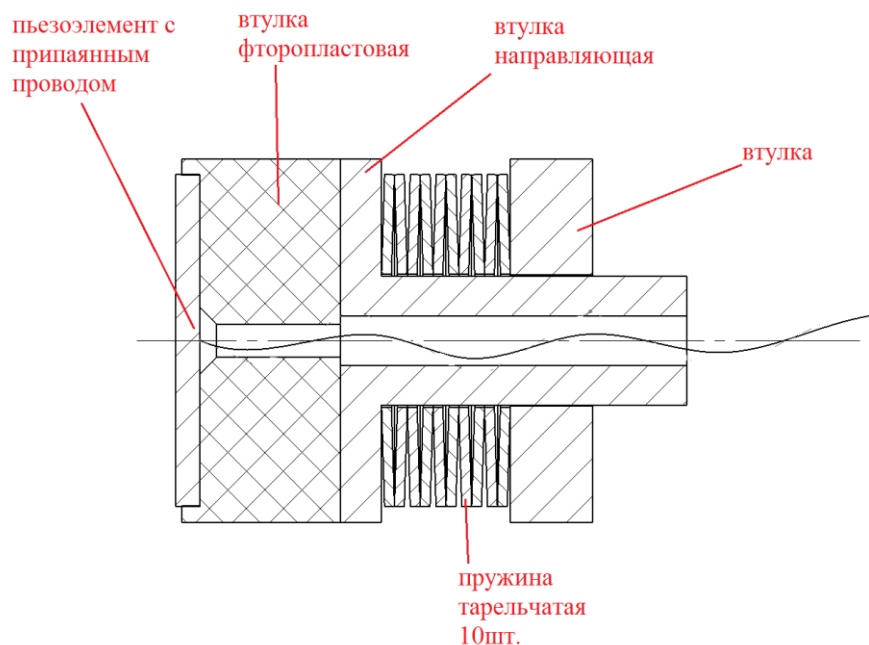
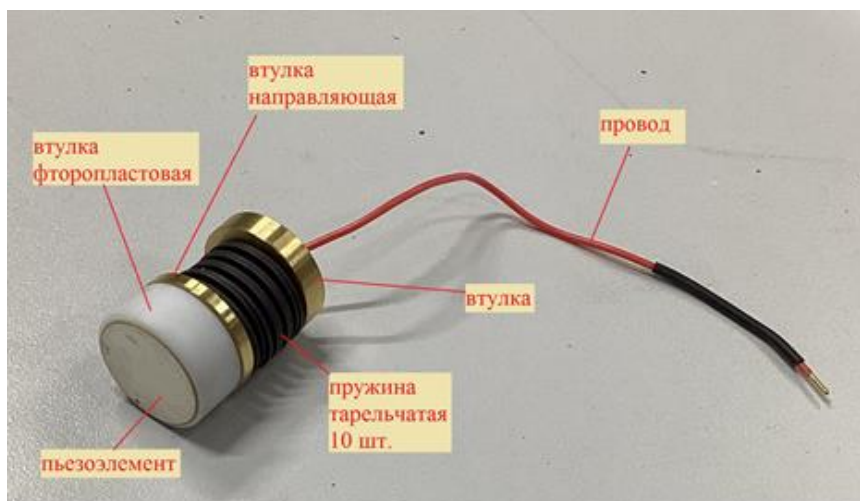

Рисунок 48 – эскиз сборки монтажного комплекта
Рисунок 49 – монтажный комплект
как показано на рисунках Рисунок 48 Рисунок 49.
4.2.2.16 При сборке монтажного комплекта важно обратить внимание на правильность установки (ориентации) пружин тарельчатых. Пружины должны быть обращены выпуклыми сторонами относительно друг друга как показано на рисунке Рисунок 48.